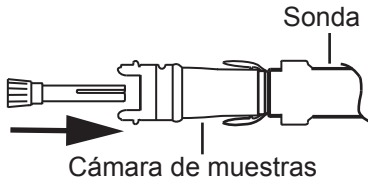

Figura 2: Introduzca la guía de la punta en la cámara de muestras.
2. Con las técnicas asépticas habituales, extraiga el aplicador del envase e inspecciónelo para comprobar que no ha sufrido daños. Extraiga el protector de la punta (A).
- Introduzca la guía de la punta (B) en la cámara de muestras. Asegúrese de que la guía de la punta esté completamente insertada. Consulte la figura 2.